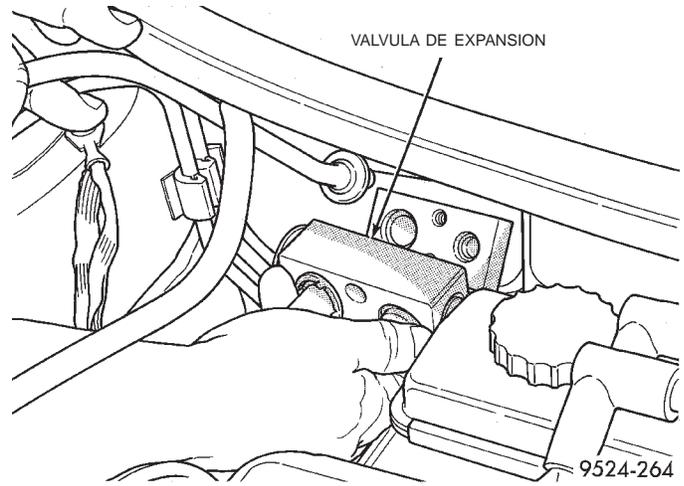

Fig. 50 Válvula de expansión
(6) Retire la válvula de expansión (Fig. 50).
(7) Retire la junta de la válvula de expansión.